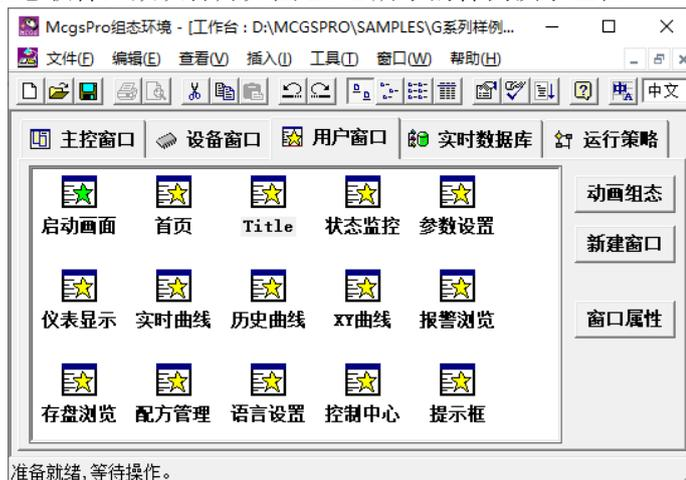

图 2.3-2 样例演示工程
- 首次启动 McgsPro 组态软件，默认打开如图 2.3-2 所示的样例演示工程：